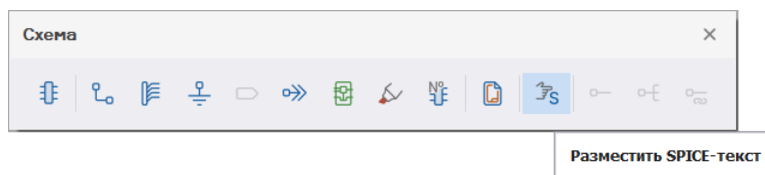

Рис. 29 Добавление объекта SPICE-блока с помощью панели инструментов
2. При помощи инструмента «Разместить SPICE-текст», расположенного на панели инструментов «Схема», см. Рис. 29.